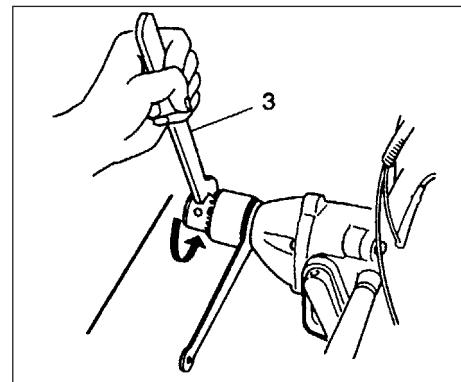

Fig. 2-7
● Nota! utilizzare una chiave di montaggio del mandrino (3) al posto dell'impugnatura del mandrino e serrare o allentare manualmente invece di colpire. Non colpire la chiave di montaggio del mandrino. (Fig. 2-7, 7B).